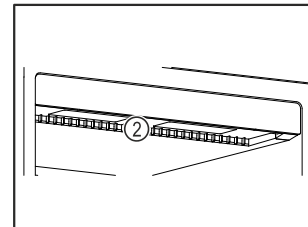

Fig. 10
- ❑ Mantenere libere le fessure di ventilazione Fig. 10 (2) della ventola di ricircolo nel vano interno.